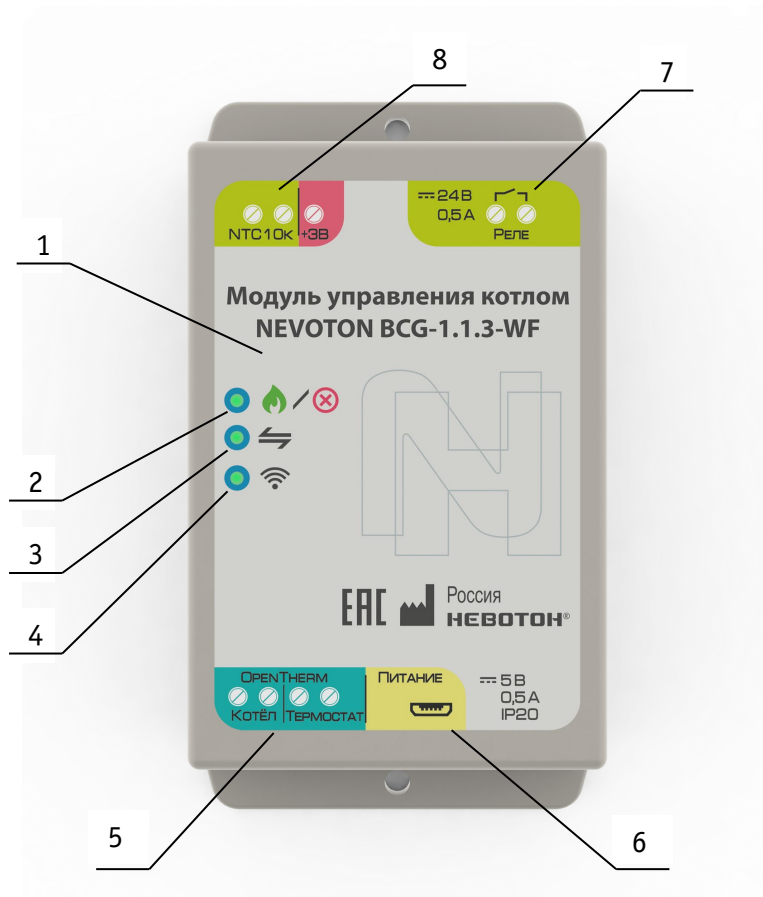

Рисунок 1 – внешний вид Устройства
Внешний вид Устройства приведен на рис. 1. Корпус Устройства (1) имеет отверстия (вверху и внизу основания корпуса) для крепления Устройства.